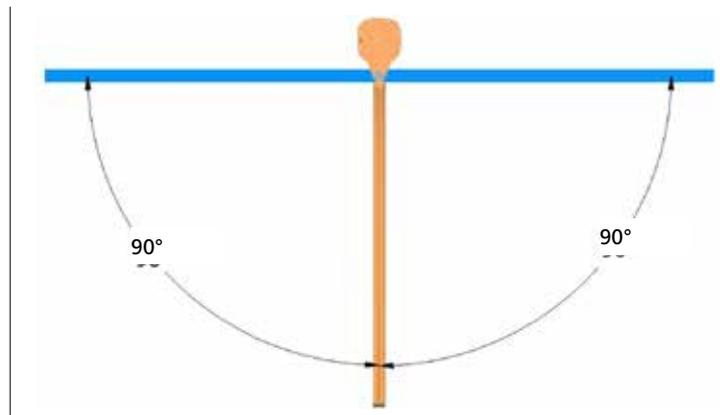

Abb.83
2. Die Ebenheit des Arms mit Hilfe einer Wasserwaage prüfen. Bei dieser Prüfung wird der Arm um 90 ° nach links und rechts gedreht (Abb. 83).